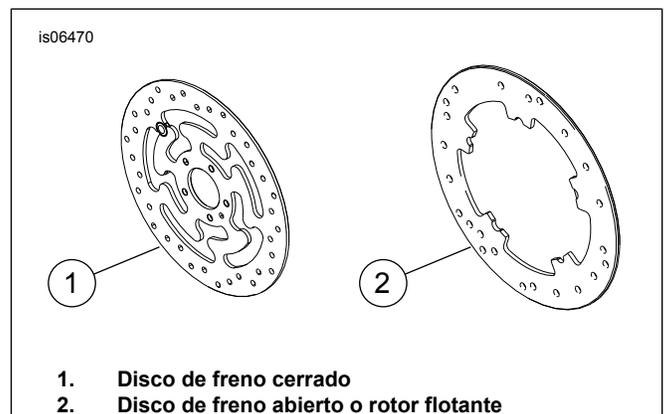

Figura 1. Estilos del disco del freno delantero
- Tornillos del disco de freno (Consulte la Figura 1. y Consulte la Tabla 1.)